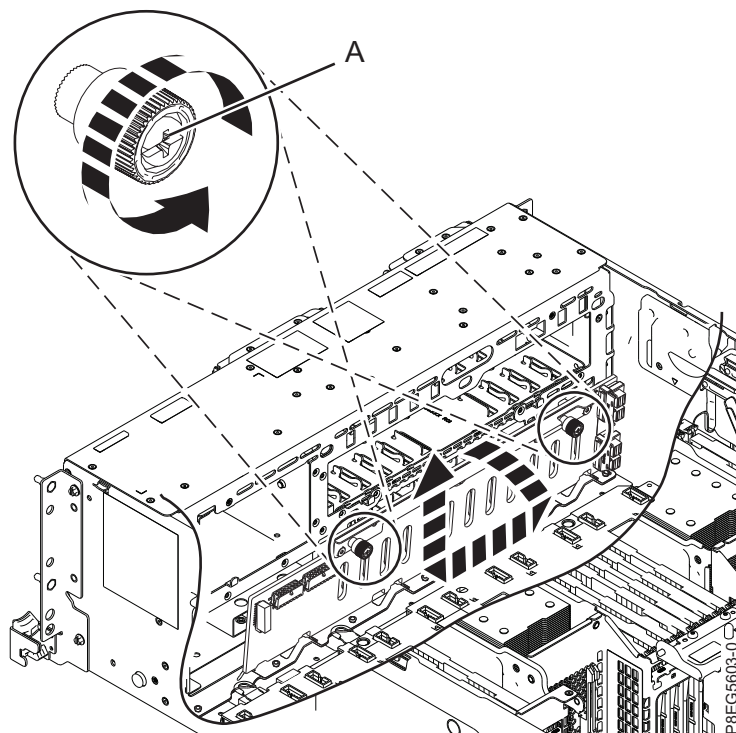

図 5. ディスク・ドライブ・バックプレーンの取り外し
7. 9 ページの図 5 に示すように、ディスク・ドライブ・バックプレーンの拘束つまみねじ **(A)** を、完全に緩むまで慎重に緩めます。
8. 9 ページの図 5 に示されている方向にディスク・ドライブ・バックプレーンを傾けてから、バックプレーン・カットアウトがシャーシのタブから外れるようにディスク・ドライブ・バックプレーンを横にスライドさせます。